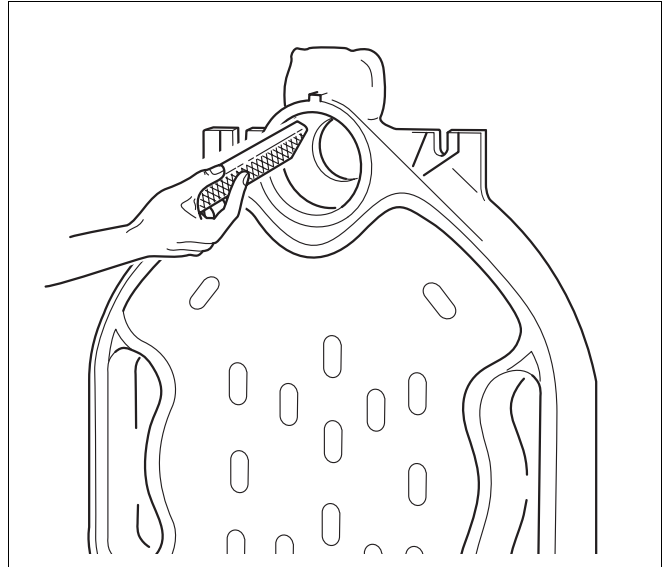

Fig. 7 Pilirea bavurii
- Se îndepărtează prin pilire eventualele bavuri de pe butuc (fig. 7).
- Se pilește eventuala bavură de pe alezaj (conform fig. 7).